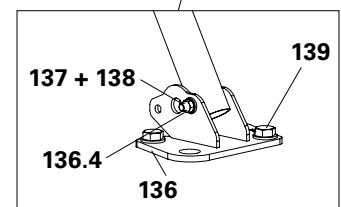

Abb. A15.04c
4. Innenrohr (135.2) mit Schraube (137) und Mutter (138) an der hinteren Bohrung (136.4) der Fußplatte montieren. (Abb. A15.04c)
5. Fußplatte EWB (136) am Untergrund montieren.